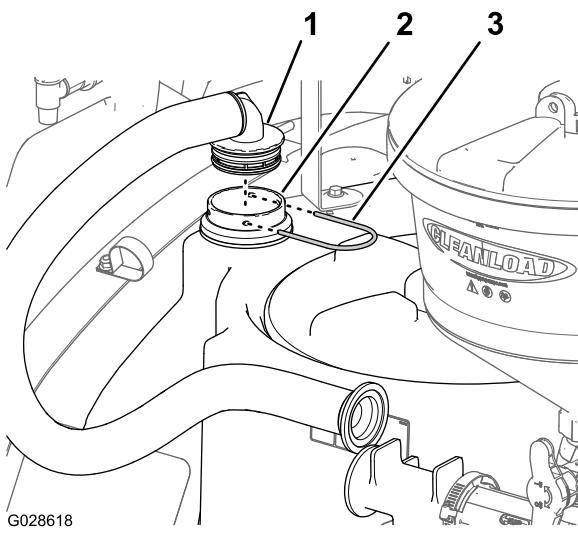

図 23
1. タンクホースのバー付き 90° フィッティングを、バルクヘッドフィッティング 図 23 これはステップ 2 バulkヘッドを取り付けるフィッティング (ページ 10) で取り付けたものに挿入する。
- リテナを使って90°フィッティングをバルクヘッドフィッティングに固定する 図 23。